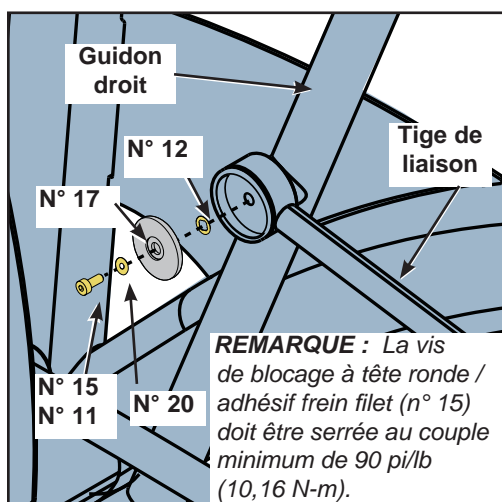

Figure 8
- D. Repérez la tige de liaison droite, le guidon droit, le capuchon de la tige de liaison (n° 17), l'entretoise (n° 12), la vis 0,250-20 x 0,75 (n° 15) et la rondelle 0,281 x 0,50 (n° 20). Reportez-vous à la figure 8.
- E. Fixez la tige de liaison au guidon avec le capuchon de tige de liaison (n° 17), l'entretoise (n° 12), la vis de blocage à tête ronde 0,250-20 x 0,75 (n° 15) et la rondelle 0,281 x 0,50 (n° 20), tel qu'illustré aux figures 8 et 9. **REMARQUE :** La vis (n° 15) doit être serrée au couple minimum de 90 pi/lb (10,16 N-m).